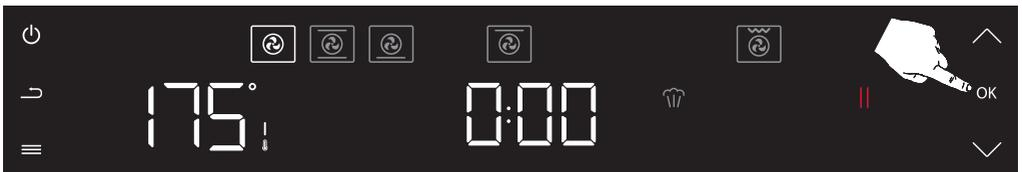

Abbildung 36
Drücken Sie die Bestätigungstaste (OK) einmal, um die Auswahl der Dampfgarfunktion zu bestätigen. (siehe Abbildung 36)